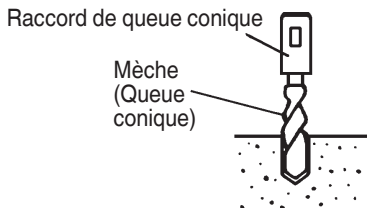

Fig. 14
- (1) Installer la mèche à queue conique dans le raccord de queue conique. (Fig. 14)